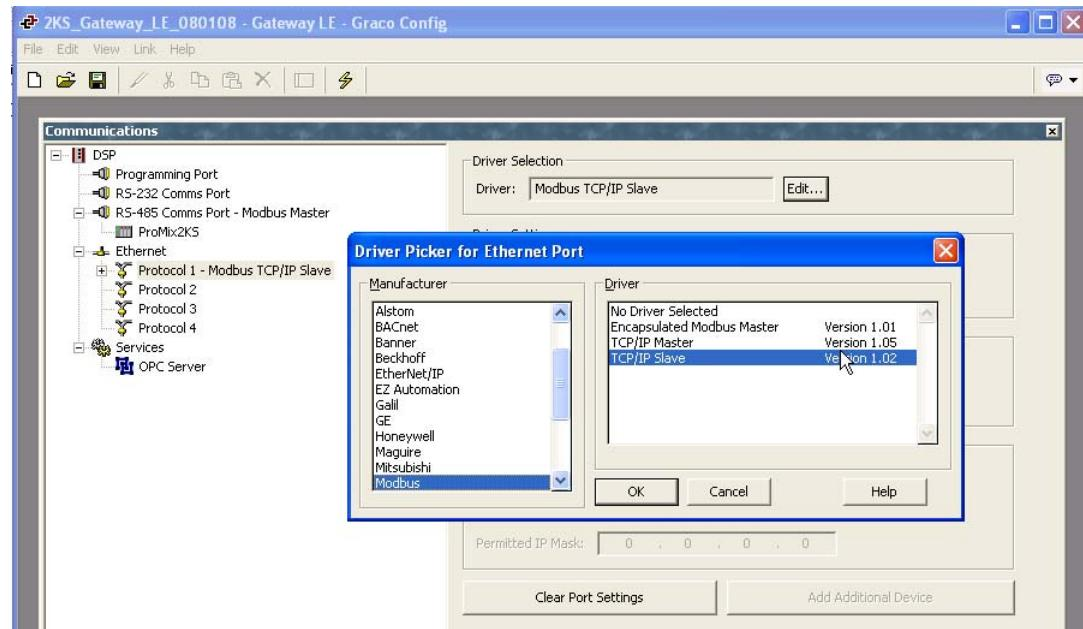

Рис. 20: Выбор протокола
- См. Рис. 20. Выберите Protocol 1 («Протокол 1»). Нажмите кнопку Edit («Правка»), расположенную в правой части окна. На экране появится окно Driver Picker («Мастер выбора драйверов»). Выберите